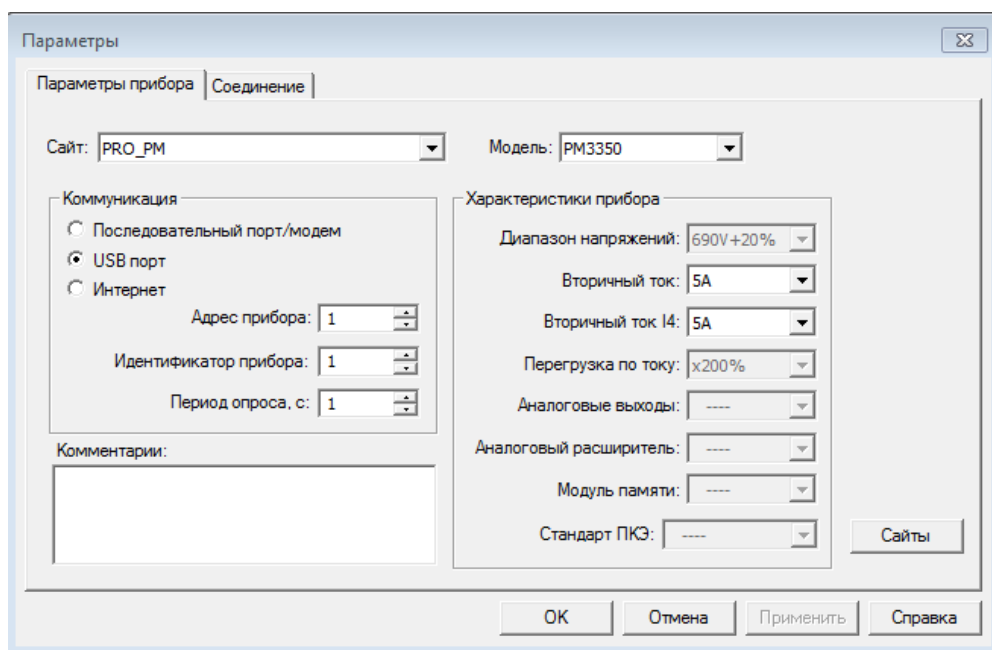

Рисунок 65 – Выбор вида связи
1) В ПО PAS на панели меню выберите «Конфигурация» – «Параметры прибора», в появившейся экранной форме (рисунок 65) выберите желаемый вид связи в области «Коммуникация» (Последовательный порт/модем, USB порт, Интернет);